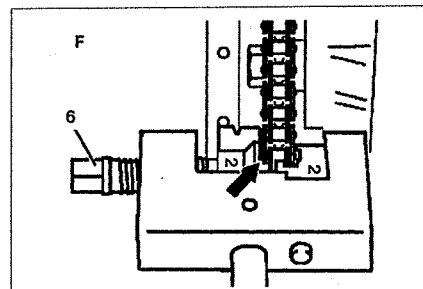

Рис. 2.92. Установите сжимающий элемент по центру болта (стрелка).
11. Установите сжимающий элемент по центру болта (стрелка) (см.рис.2.92).